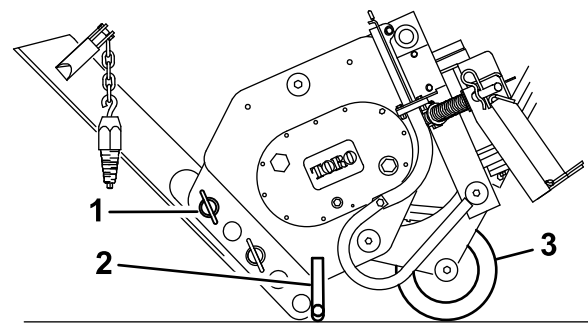

Bild 4
3. Schwenken Sie das Messer nach oben und befestigen es mit dem Klappstecker und Lastösenbolzen, wie in Bild 4 abgebildet.
4. Kippen Sie den Pflug nach vorne und senken Sie ihn auf den Boden oder Anhänger ab; der Ständer und Bügel sollte das Gewicht des Pflugs abstützen (Bild 4).
- Schwenken Sie das Messer nach oben und befestigen es mit dem Klappstecker und Lastösenbolzen, wie in Bild 4 abgebildet.